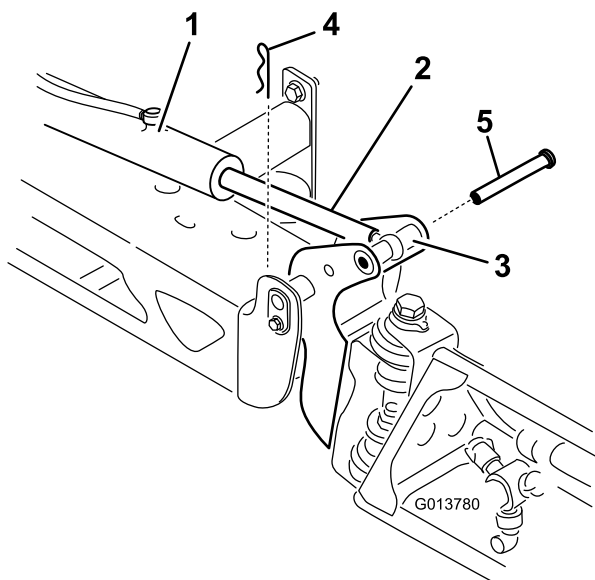

Figure 63
2. Retirez la goupille fendue de l'axe de pivotement (Figure 63).
3. Élevez la rampe et retirez l'axe (Figure 63), puis abaissez lentement la rampe au sol.
9. Tout en maintenant la rampe, insérez l'axe dans le pivot de rampe et la tige de vérin (Figure 63).